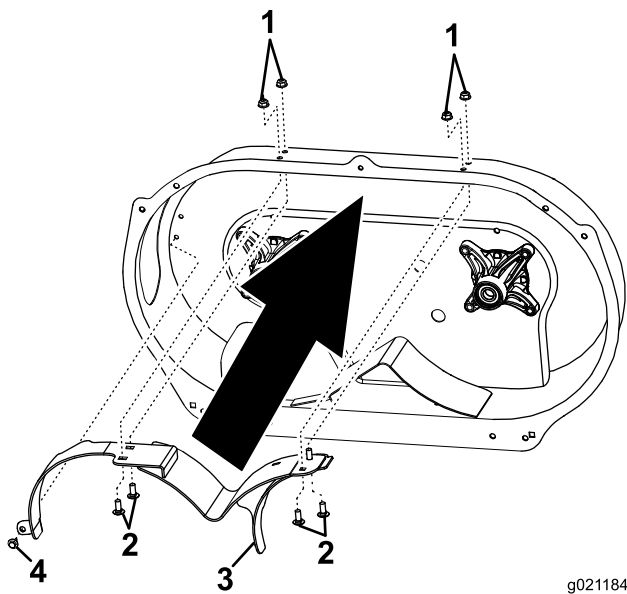

Figura 2
- Instale el deflector de mulching según lo indicado en Figura 2.